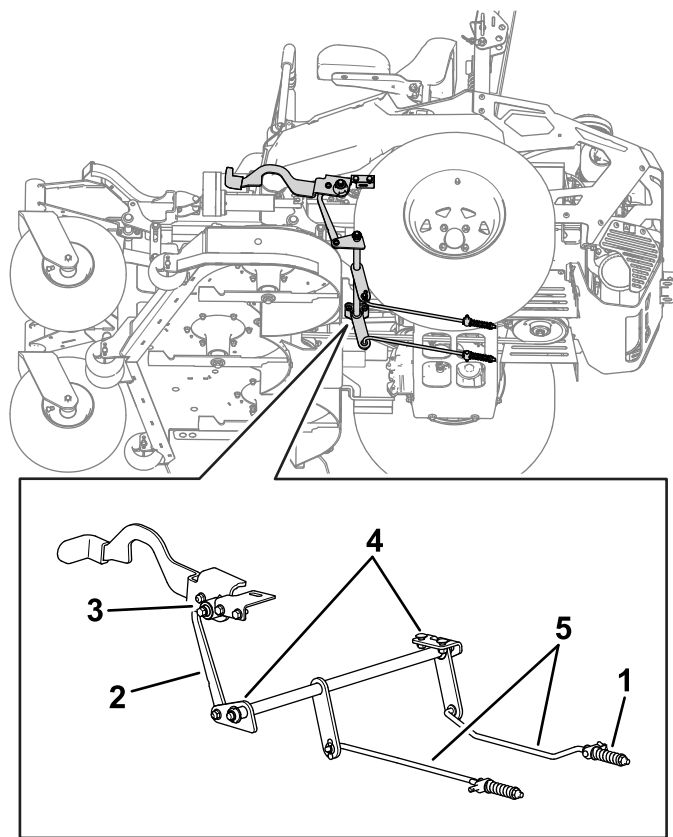

Bild 59
7. Falls eine Einstellung erforderlich ist, lösen Sie die Feststellbremse. Prüfen Sie alle Komponenten des Feststellbremsgestänges auf Verschleiß. Ersetzen Sie verschlissene Bauteile (Bild 59) und wiederholen Sie Schritt 6.